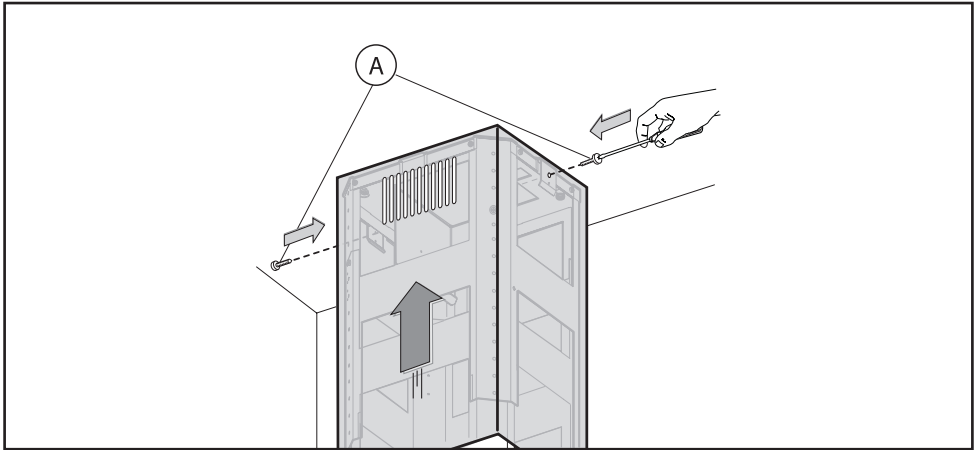

Fig.9
- Prendere il camino decorativo superiore e fissarlo alla struttura mediante le 2 viti **A** (Fig.9).